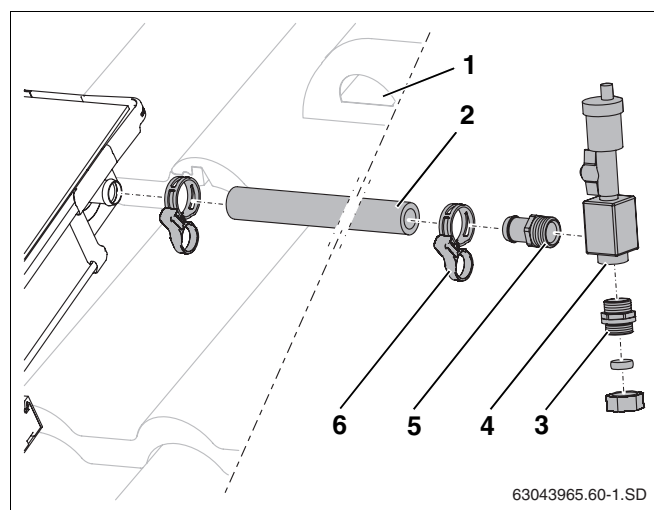

Рис. 56 Подключение шланга солнечного коллектора к штуцеру подающей линии
- Надеть длинный шланг (1000 мм, рис. 56, поз. 2) на штуцер для подключения подающей линии и зажать пружинным хомутом.
- Провести шланг солнечного коллектора вместе с кабелем датчика через черепицу с вентиляционным отверстием (рис. 56, поз. 1) и изоляцию кровли.
- Прикрутить наконечник R $\frac{3}{4}$  с кольцом (рис. 56, поз. 5) и двойной ниппель с кольцом (рис. 56, поз. 3) к воздухоосборнику (рис. 56, поз. 4).
- Вставить наконечник шланга до упора в шланг солнечного коллектора и закрепить пружинным хомутом (рис. 56, поз. 6).
- Подключить сборную линию к резьбовому соединению с зажимным кольцом (рис. 56, поз. 3).